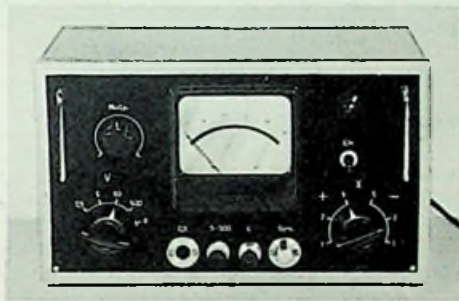

Bild 4. Ansicht des Gleichspannungs-Röhrenvoltmeters mit hochohmigem Eingang
Bild 4 zeigt die Ansicht des Mustergerätes, die Bilder 5 und 6 die Anordnung der wichtigsten Einzelteile oberhalb und unterhalb des Chassis.
Unten: Bild 4. Bohrplan für Frontplatte
- 1 Frontplatte mit Absteckbolzen laut Bild 4